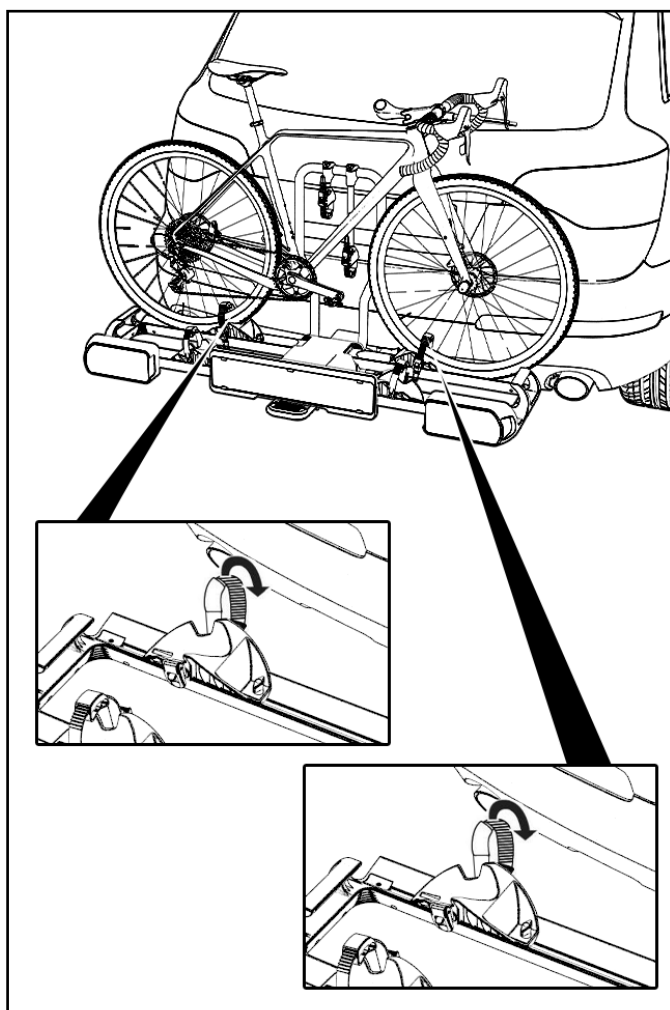
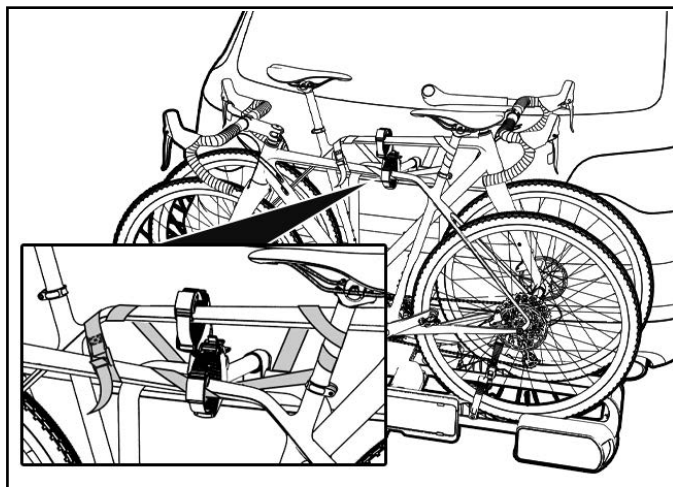

Figura 20: Apertura dei fermaruota
Figura 28: Applicazione della cinghia di sicurezza
- Prima di iniziare il viaggio, controllare sempre che la cinghia sia fissata correttamente e saldamente attorno alle biciclette e alla staffa a U del portabiciclette (figura 28).
- In caso di fissaggio lento, ripetere i passaggi illustrati da figura 20 a figura 28.
- Prima del viaggio, risollevare il portabici (figura 28).